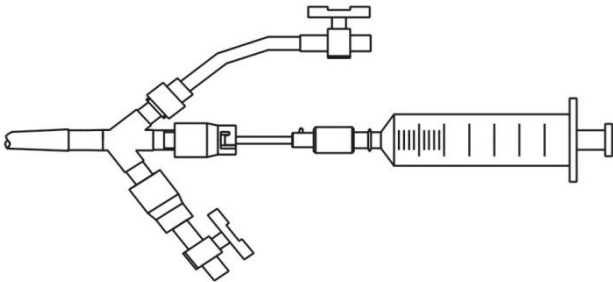

图 6
- 1) 冲洗球囊导管中心内导管：冲洗时应用肝素盐水冲洗。（见图 6）